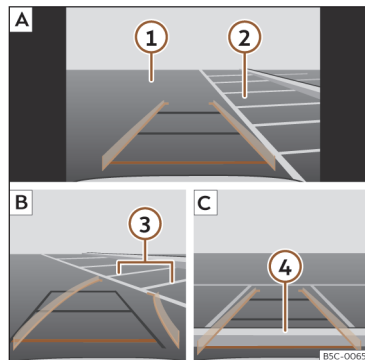

Fig. 137 Visualização no ecrã do sistema de infotainment: estacionamento com o assistente de marcha-atrás.
Legenda da >>> **Fig. 137:**
- Posicione o veículo à frente do lugar de estacionamento >>> Fig. 137 ② [A].
- Retroceda rodando o volante de forma que as linhas amarelas se introduzam no lugar de estacionamento. As linhas verdes e amarelas têm de coincidir com as linhas de delimitação laterais ③ [B].
- Pare o veículo quando a linha vermelha tiver atingido a delimitação traseira ④ [C].